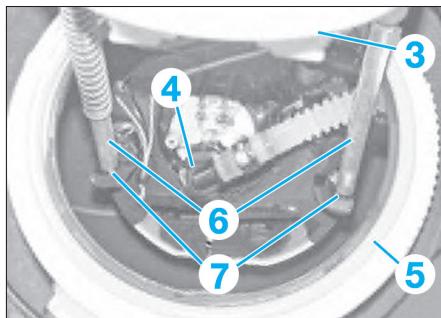

Fig. 50
- Extraire le couvercle de maintenance (3) (Fig.50).